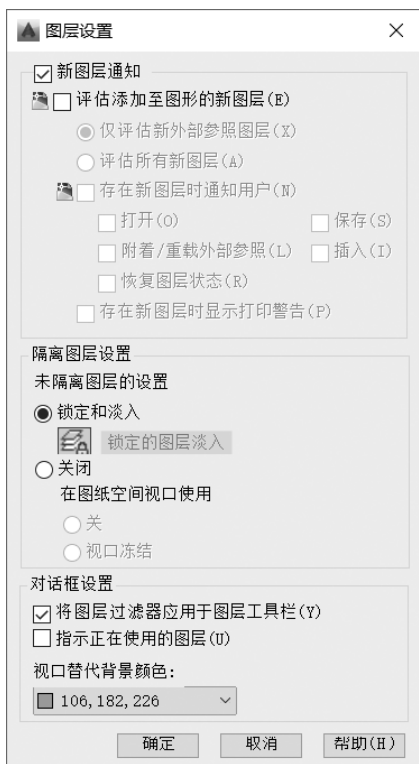

图 4-8 “图层设置”对话框
9) “设置”按钮：用来打开“图层设置”对话框，如图 4-8 所示。